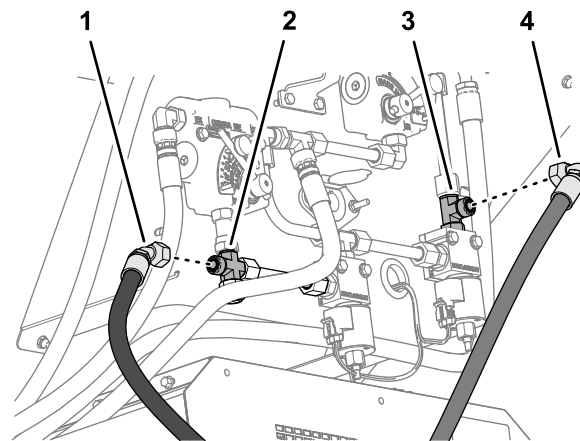
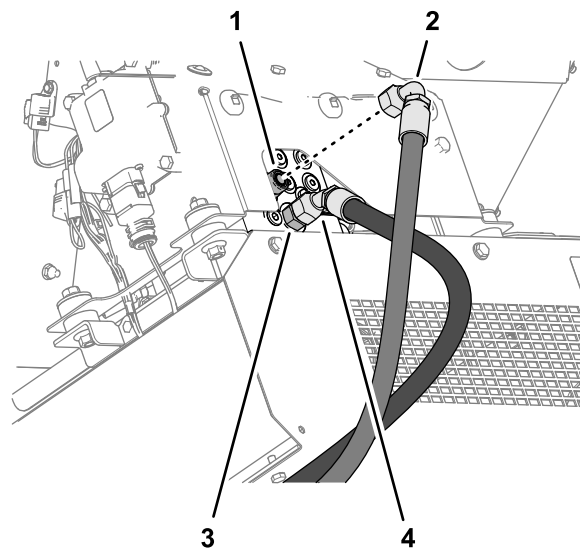

Figura 19
Figura 21
2. Montate senza serrare il raccordo a 90° del flessibile idraulico di ritorno (il flessibile con l'adesivo della freccia) sul raccordo a T (Figura 19).
3. Montate senza serrare il raccordo a 45° del flessibile idraulico della pressione sul raccordo a croce (Figura 19).
2. Montate senza serrare il raccordo a 45° del flessibile idraulico della pressione sul raccordo a croce della porta P (Figura 21).
3. Montate senza serrare il raccordo a 90° del flessibile idraulico di ritorno (il flessibile con l'adesivo della freccia) sulla porta T del collettore idraulico (Figura 21).
della pressione; fate riferimento a Figura 19 o Figura 21